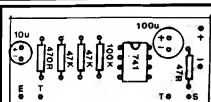

Fig. 3
- FIG. 3 - "CHAPEADO" DA MONTAGEM - Agora mostrada pelo lado não cobreado, a plaquinha é vista já com todas as principais peças devidamente posicionadas, identificadas pelos seus códigos, valores, polaridades, etc. Atenção, principalmente, ao posicionamento do Integrado (extremidade marcada nitidamente indicada) e polaridades dos dois capacitores eletrolíticos (a "perna" mais longa é o terminal positivo, além da dita polaridade, costumeiramente, vir marcada sobre o próprio corpo dos componentes...). Cuidado, ainda, para não trocar valores/posições dos 5 resistores... Ao iniciante, recomendamos que durante a fase de inserção das peças e respectiva soldagem, sejam consultados os encartes permanentes de APE: INSTRUÇÕES GERAIS PARA AS MONTAGENS e TABELÃO... Nesses importantes anexos de APE o Leitor "começante" encontra sempre essenciais informações, dicas e explicações sobre a boa técnica de montagem e identificação de peças, polaridades, códigos, valores, etc. Apenas depois de tudo muito bem conferido, as "sobras" de terminais deverão ser "amputadas" (com alicate de corte, pelo lado cobreado da placa...). Notem